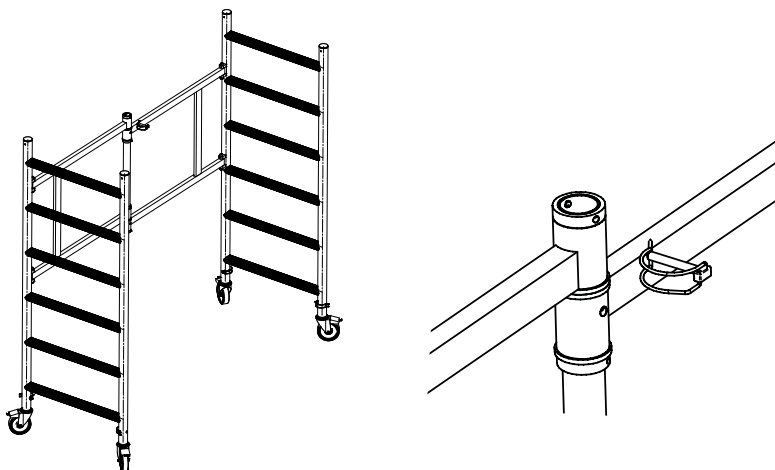

Rys.3 Montaż bramki
4. Następnie należy za pomocą kluczy zawartych w zestawie zamontować bramkę do drabin. Należy pamiętać o zamontowaniu podkładek (Rys.3).